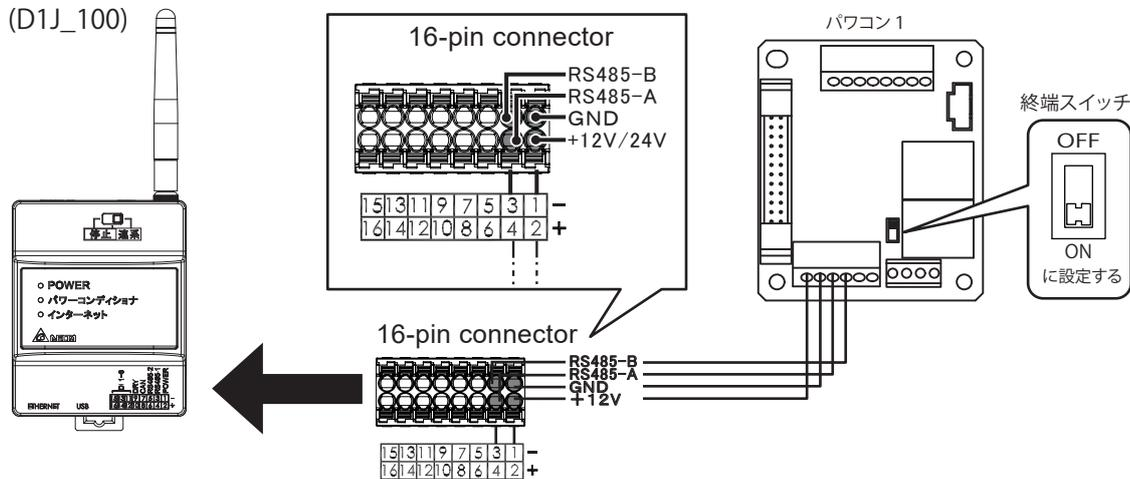

図 5-8 1台のパワーコンディショナを接続するとき
- ・パワーコンディショナを単独で設置するときには、RS-485 の終端抵抗を ON に設定してください。(図 5-8)